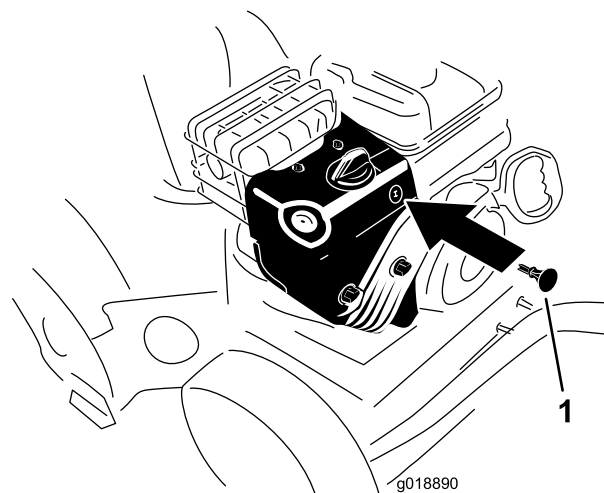

Figura22
3. Introduceți cheia de contact (Figura22).